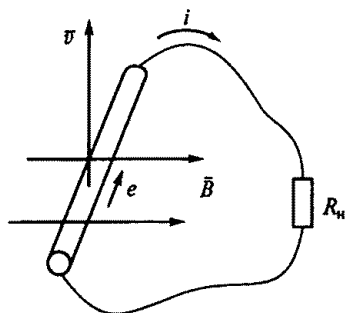

Рис. 53
2.27.Р. Диэлектрический стержень перемещается под прямым углом к магнитному полю с индукцией \vec{B} (рис. 53). Будет ли наводиться ЭДС индукции e в этом стержне и будет ли протекать ток i в цепи?